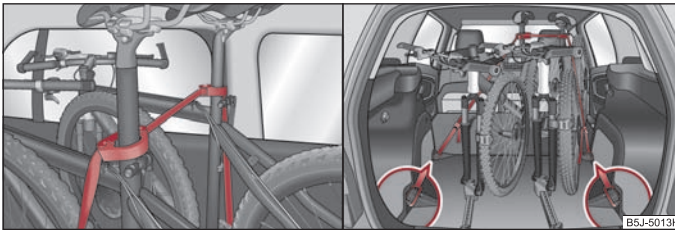

Abb. 71 Absicherung der Fahrräder mit Schellen / Absicherung der Fahrräder mit einem Band
- Setzen Sie die Schelle mit dem Gummiteil nach vorn (in Fahrtrichtung) möglichst weit unten an die Sattelstange und schließen Sie die Schelle ⇒ Abb. 71.
- Beim Transport von zwei Fahrrädern spannen Sie das Band ⇒ Abb. 71 zwischen den Sattelstangen, indem Sie die Fahrräder auseinander schieben.